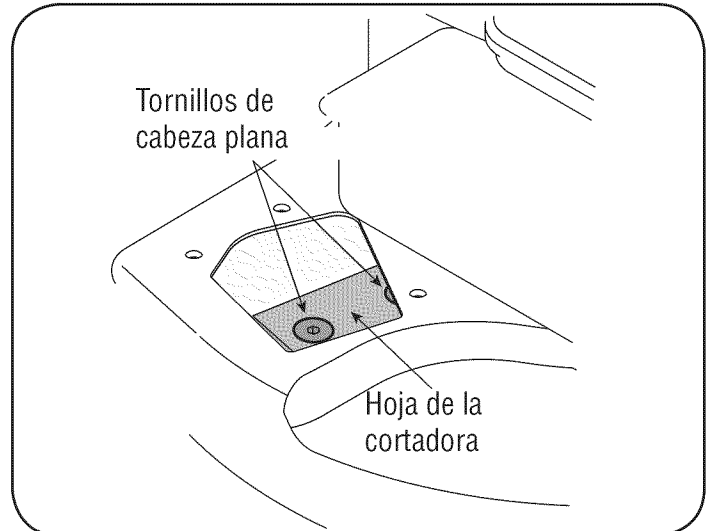

Figura 26
- Mediante una llave Allen de 3/16", retire los tornillos de cabeza plana que sujetan la hoja de la cortadora al motor. Dichos tornillos son accesibles a través de la abertura que se creó cuando retiró el canal de la cortadora anteriormente. Vea la figura 26.